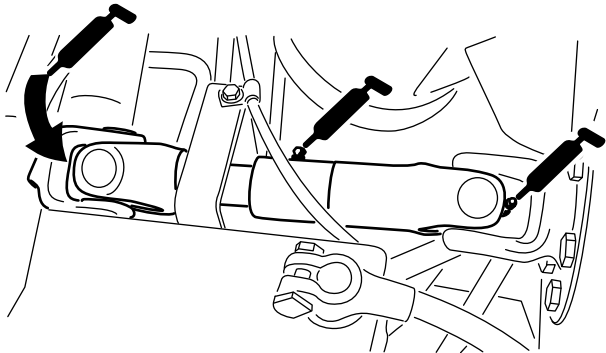

Figura 27
- Articulación de cardán del árbol de transmisión de la bomba (3) (Figura 27).